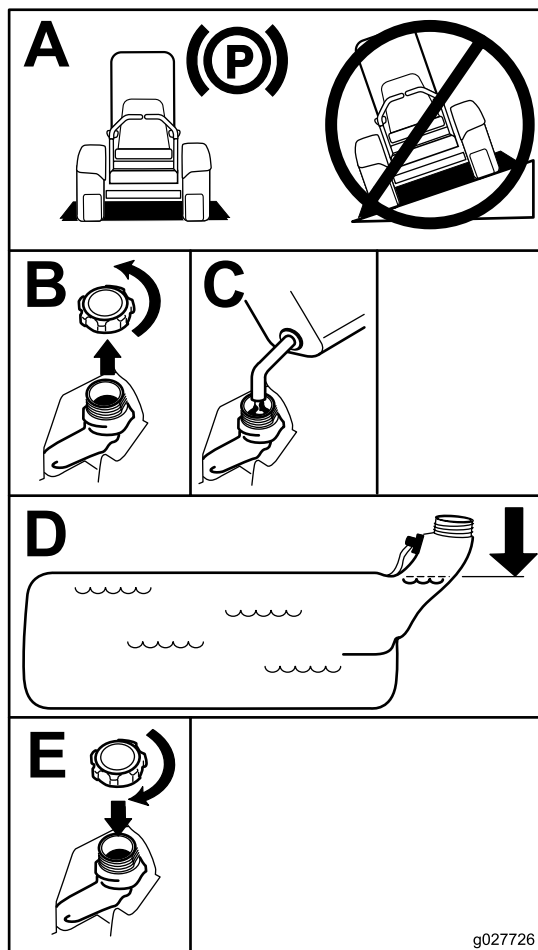

Figura 12
3. Limpie alrededor del tapón de combustible y retírelo. Añada gasolina normal sin plomo al depósito de combustible hasta que el nivel esté entre 6 y 13 mm ($\frac{1}{4}$ " y $\frac{1}{2}$ "") por debajo de la parte inferior del cuello de llenado (Figura 12).